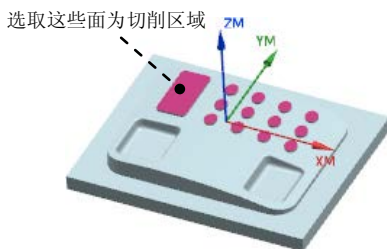

图 12.16 指定切削区域
Step2. 选取图 12.16 所示的面（共 13 个面）为切削区域, 在“切削区域”对话框中单击  按钮, 完成切削区域的创建, 同时系统返回到“轮廓区域”对话框。